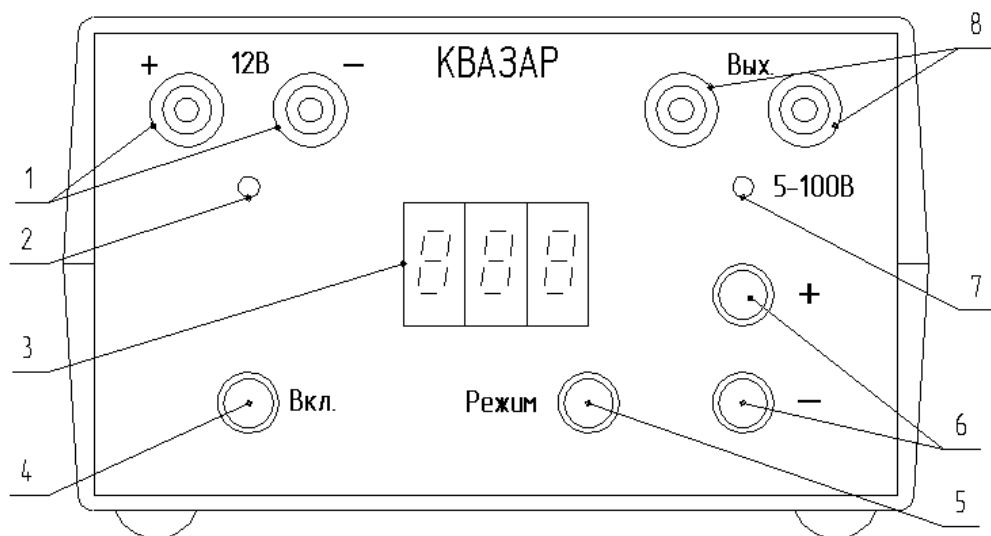

Рис.3. Генератор сигнальный.
Генератор (рис.3) вырабатывает переменное модулированное напряжение сигнала рабочих частот повышенной мощности для подачи его на обследуемые объекты. Сигнал в виде магнитного потока от тока генератора в исследуемых объектах используется для их магнитной локации при трассировке подземных сооружений. Напряжение создаваемое генератором используется для обнаружения мест повреждения изоляции по характеру токов
Для включения генератора следует нажать и отпустить кнопку «Вкл.» (рис.3). Прибор игнорирует нажатия кнопки питания длительностью менее 0.3 секунды. Все нажатия кнопок управления генератора коротким звуковым сигналом. Сразу после включения генератор загружает из своей энергонезависимой памяти те настройки, которые были на момент отключения генератора кнопкой «Вкл.» (кроме уровня выходной мощности). **Выходная мощность при включении всегда устанавливается на «нулевой» уровень** (напряжение на зажимах «Выход» равно нулю). Это сделано в целях повышения безопасности использования прибора.
После включения прибора кнопкой «Вкл.» (рис.3) прибор подает короткий звуковой сигнал, в течение трех секунд показывает величину напряжения питания и переходит в режим индикации и управления мощностью. Светодиод индикации питания (2) горит непрерывно зеленым цветом при напряжении на питающих клеммах от 11.5 до 16 В. При